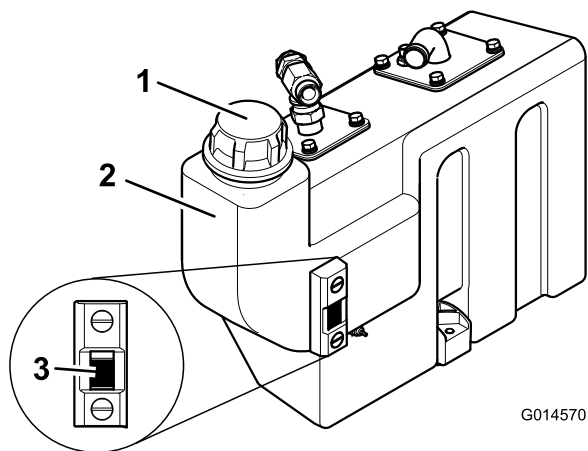

Figura 29
3. Si es necesario añadir aceite hidráulico, limpie la zona alrededor del tapón del depósito hidráulico (Figura 29). Retire el tapón del depósito.